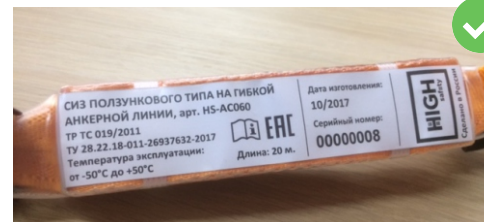

рис. 17
2. Проверьте маркировку на изделии. Она должна быть разборчивой и легко читаться (рис. 17);